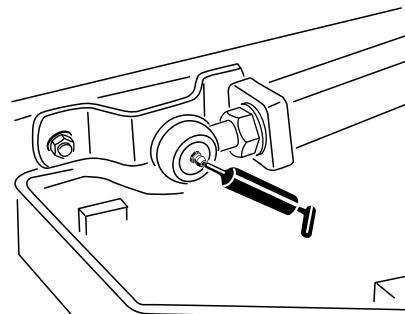

Figura 43
- Articulaciones de bola de los brazos de elevación (2) (Figura 43).